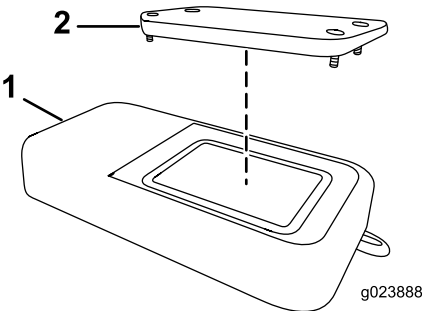

Figure 58
2. Déposez le couvercle (Figure 58).